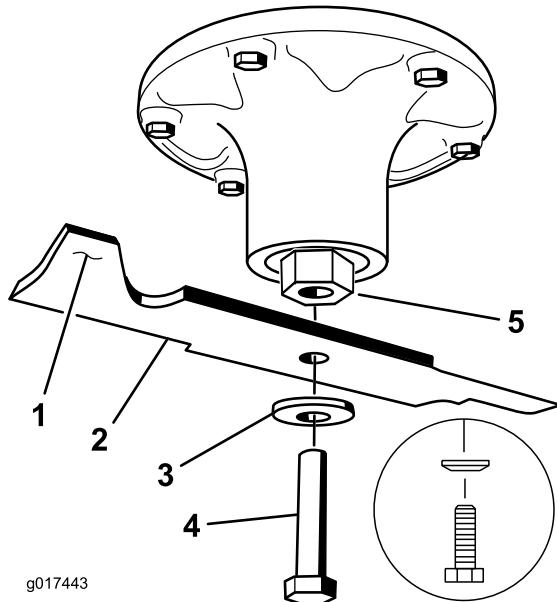

Figura 78
2. Retire del eje el perno de la cuchilla, la arandela curva y la cuchilla (Figura 78).
- ## 1. Instale la cuchilla en el eje (Figura 78).
2. Instale la arandela curva y el perno de la cuchilla (Figura 78).